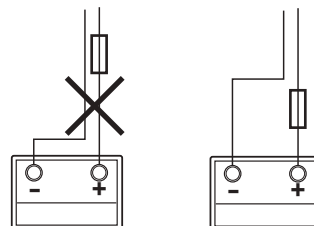

Fig. 49
- Les deux câbles menant au pôle « plus » et au pôle « moins » doivent être séparés physiquement jusqu'après le fusible dans le câble « plus » (Fig. 49).